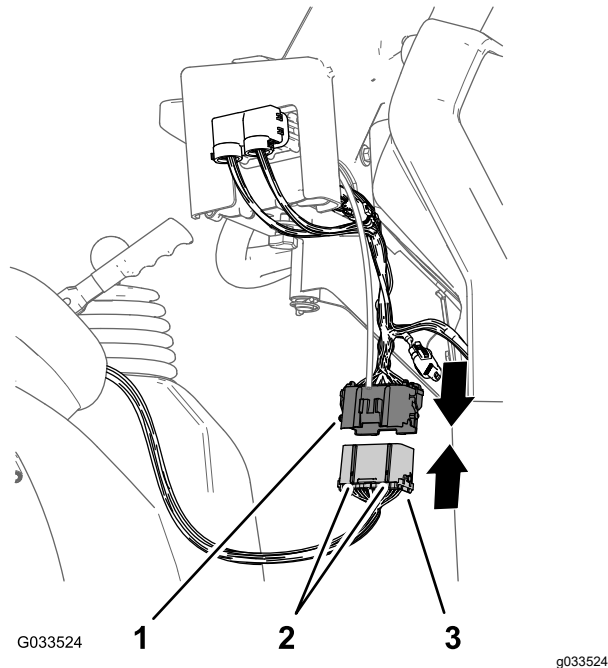

Figura 23
- 1. Alinhe as duas chaves do conector de 38 pinos da cablagem traseira do pulverizador com as duas ranhuras de chave do conector de 38 tomadas da cablagem frontal ligada à consola de controlo (Figura 23).
2. Ligue o conector da cablagem traseira no conector da cablagem frontal até que as partilhas dos conectores encaixem em conjunto em segurança (Figura 23).